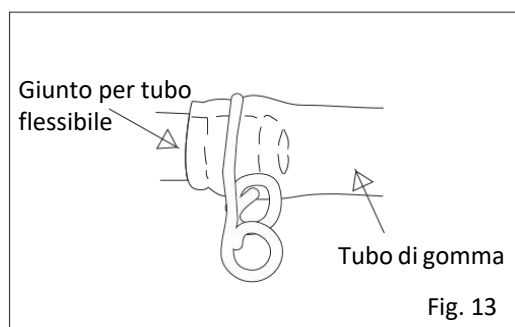

Fig. 13
7. Spingere il tubo di gomma sul giunto fino all'arresto. Non utilizzare un tubo in plastica vinilica, perché potrebbe essere pericoloso. Fissare il tubo con entrambe le fascette stringitubo. (Fig. 13) Fare attenzione che il tubo di gomma non tocchi una parte della cucina a gas e non si trovi sotto di essa.